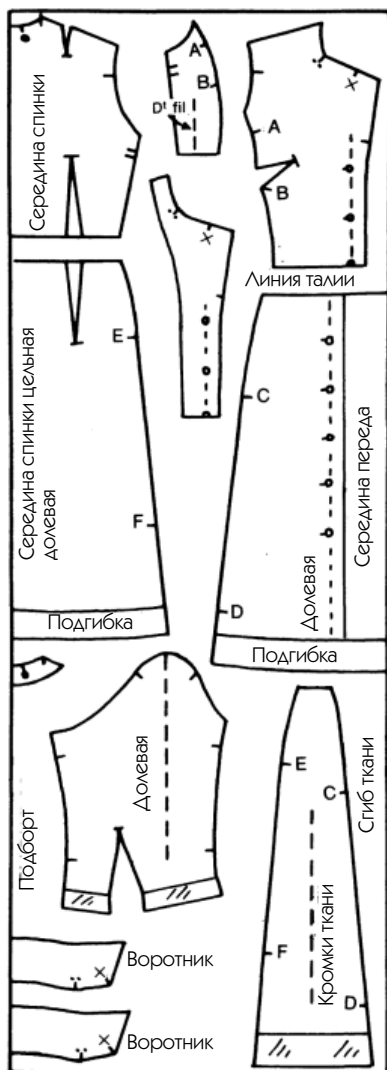

Рис. 34
### РАСПОЛОЖЕНИЕ ЛЕКАЛА НА ТКАНИ (РИС. 34)
На схеме раскроя (рис. 34) — лекало без припусков на швы. Если на вашем лекале имеются линии швов, то разные детали должны быть расположены вплотную друг к другу.
2. Расположите лекало так, чтобы расход ткани был экономичным, учитывая полезные обозначения: долевая нить (= направление кромки) или цельная долевая нить (= то же направление, но на сгибе ткани). Возьмите в качестве примера схему, изображенную на рис. 34.
2. Метраж тот же, что на рис. 34, но с максимальной экономией ткани, разложенной в один слой.
Эти точки наносятся на лекало, как показано на рис. 34. Взгляните на буквы А, В, С и т. д. После раскроя делают небольшие надрезы на местах швов на ткани, рядом с обозначенными на лекале точками.
— Если каждая из половин лифа разделена на несколько частей (как, например, на рис. 34), то соедините их, согласно нанесенным меткам, сколите булавками и т. д.
— Если у юбки имеется застежка на срединной линии переднего полотнища, как намечено на лекале, представленном на рис. 34, и если вы не собираетесь устраивать примерку, то можете прямо сейчас приступить к первому этапу выполнения обтачных петель (см. данную главу). В данном случае, в отличие от лифа, подборт является цельнокроемым, пока что не нужно загибать его.
— Если предусмотрена застежка (как на рис. 34), подготовьте примерку, сметав каждую половину лифа с соответствующей половиной полотнища юбки, затем подогните и временно заматайте подборт юбки.